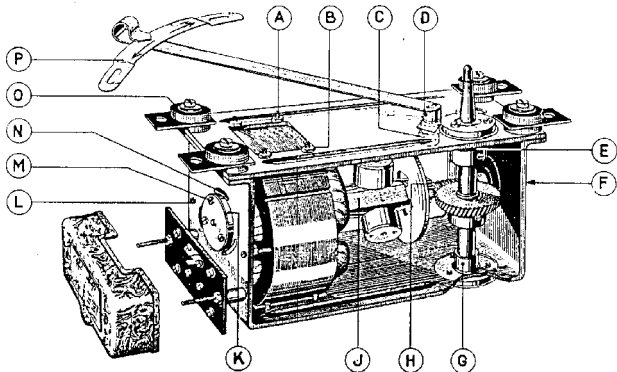

Fig. 2.
Bij latere series zijn deze rubberstroppen vervangen door 4 tules met afstandstukken (zie fig. 2 pos. 8). Moet reparatie verricht worden dan kan men de motor het beste als volgt demonteeren:
De draaitafel kan men zonder schroeven afnemen. De aansluitpunten op het aansluitplaatje onder het philite kapje worden losgenomen en de aansluitingen genoteerd of met sneldrogende kleurlak gemerkt. De beugel voor de snelheidsregelarm (fig. 2 pos. P) wordt door 2 schroefjes van de montageplaat losgeschroefd.
Indien de snelheid der motor niet goed regelbaar meer is, dan dient het remviltje vernieuwd te worden. Is de verontreiniging niet zoo groot dan kan het gewasschen worden in benzine, daarna gedroogd en vervolgens gedrenkt in warme Regalolie C. Voor het uitwisselen hiervan moet men de regelarm door middel van het stelschroefje (pos. D fig. 2) van de as losnemen. Het klemringetje dat
Dit viltringetje (fig. 2 pos. E) dat dient om het bovenste lager der draaitafels te smeren, moet op dezelfde wijze als de hierboven omschreven wormwieloverbrenging worden uitgewisseld. Niet alleen bij verontreiniging, doch ook bij hard worden dient het ringetje te worden vervangen door een nieuw, nadat het goed in Mobil-olie A is gedrenkt.
De lagerbussen aan beide zijden der rotoras (fig. 2 pos. K. en F.) en aan de onderzijde der draaitafels (pos. G) worden afgedekt met drukplaatjes waarvan elk van een uitdieping is voorzien, welke een plaatje vilt met een daarop liggend stalen taatsje bevat.
Men maakt het aansluitplaatje los. Aan die zijde zijn 3 uitsparingen in het frame gemaakt voor het inbrengen der voelertjes (Zie fig. 2 pos. N). De hoofdas wordt provisorisch in de lagers losvast gemonteerd, waarbij de drukplaatjes aan beide zijden voorloopig worden achterwege gelaten.